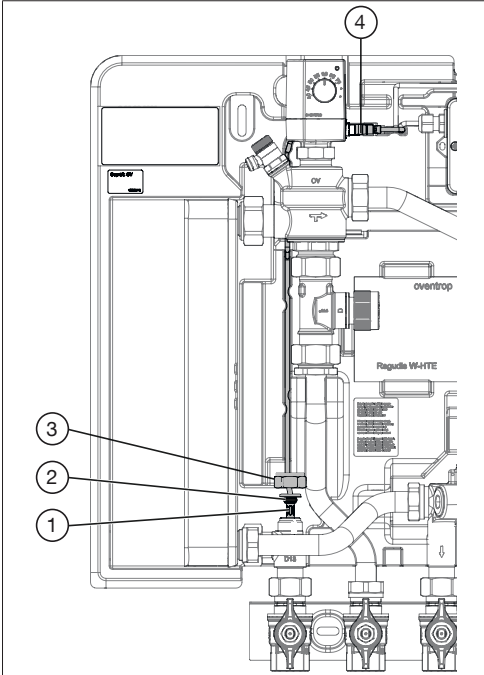

Fig. 1: Configuration/Position dans la station d'appartement « Regudis W-HTE »
4. Débrancher le raccordement à emboîtement du capteur de température d'E.C.S. du moteur (voir Fig. 1 (4)). Dès que le raccordement à emboîtement est débranché, le moteur affiche un message d'erreur.
8. Insérer le raccord sur le raccordement à emboîtement pour le capteur (voir Fig. 1 (3)) et le serrer à fond (couple 15 Nm).